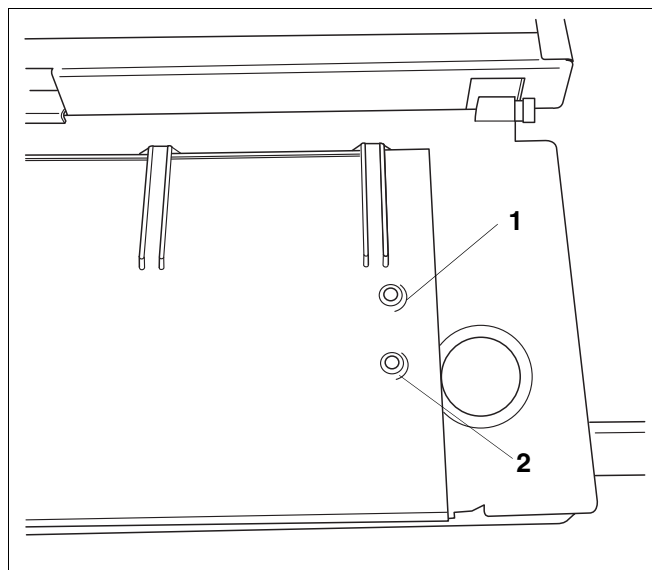

Abb. 17 Potentiometer zur Einstellung der max. Heizleistung
Die Heizleistung des Gas-Umlaufwasserheizers ist werkseitig nach der EE-H Methode eingestellt und darf nur am Potentiometer "max. Heizleistung" der Regelung eingestellt werden. (Abb. 17, Pos. 2).
- Potentiometer "max. Heizleistung" drehen (Abb. 17)
Legende für Abb. 17: Potentiometer
- Potentiometer "max. Heizleistung" auf Minimum stellen (Abb. 17).